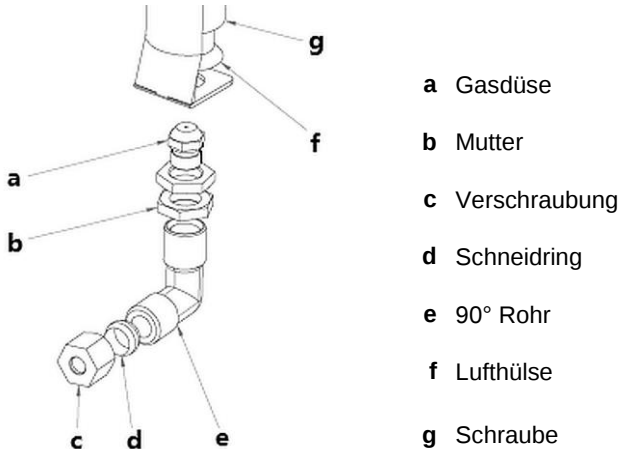

Abb. 3
1. Stellen Sie sicher, dass vor dem Zünden der Gasflamme der Gasregler auf der AUS-Position (2, Abb. 3) steht.